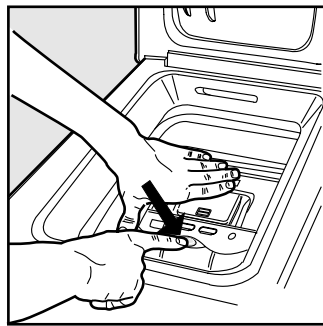

Рис. 2
Б) Затем, используя обе руки, откройте барабан, как показано на рис. 2:
- Нажмите кнопку, обозначенную стрелкой на рис. 2, слегка вниз, другой рукой придерживая дверцы (так вы избежите внезапного открывания дверей и защемления пальцев); дверцы расцепятся и легко откроются.